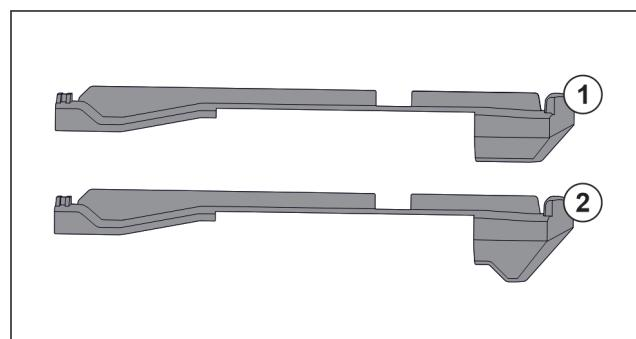

Fig. 62 Сравнение вставных частей
В устройстве находятся две разные вставные части. Вставная часть над самым нижним выдвижным ящиком Fig. 62 (2) имеет треугольную кромку. Все прочие вставные части Fig. 62 (1) имеют прямую кромку.
- Установите вставную часть Fig. 62 (2) с треугольной кромкой над самым нижним выдвижным ящиком.
- Установите вставную часть Fig. 62 (1) с прямой кромкой на все прочие места.